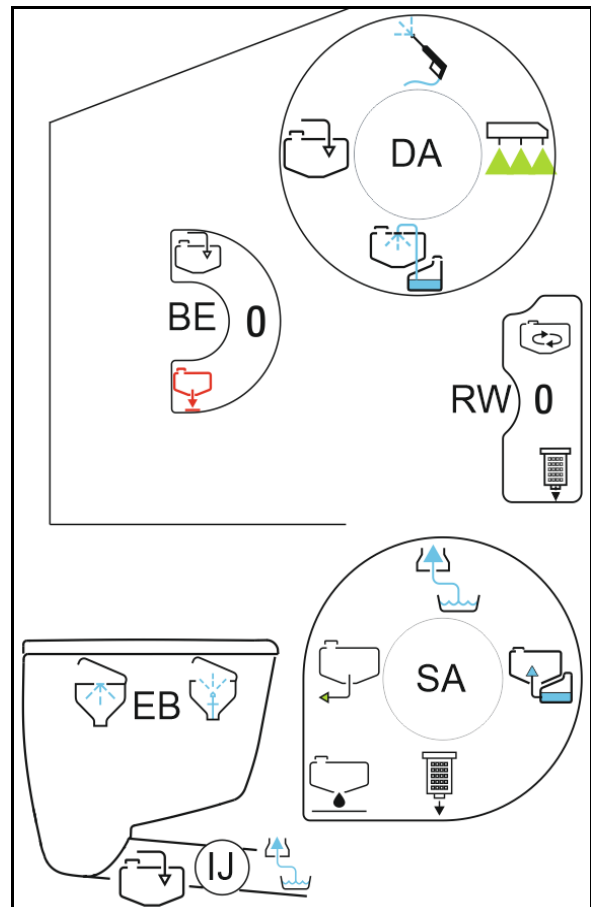

Fig. 120
2. Fjern trykkfilteret (Fig. 120/1) og rengjøre det med vann.